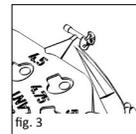

fig. 3
■ **fig. 3** Sizeren som velges til målingen, klippes av ved hjelp av en mikrosaks (REF 8000 172), og den transporteres inn i mellomøret ved hjelp av en suger eller ved hjelp av et annet mikrokirurgisk instrument.